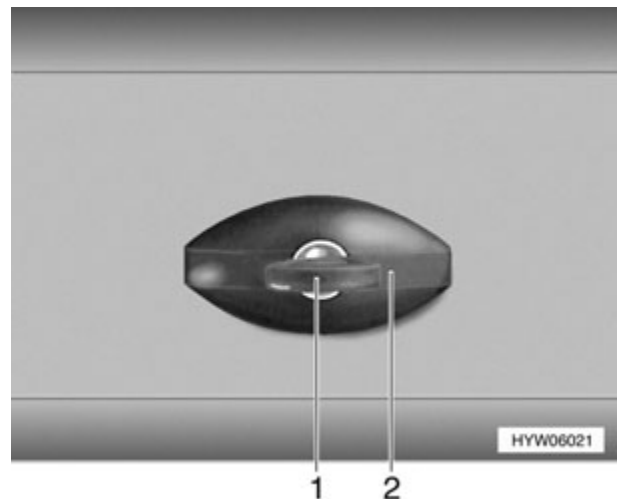

Fig. 27 Cerradura de la trampilla (variante 1)
- ▷ En caso de lluvia puede penetrar agua en la cerradura de la trampilla abierta. Por lo tanto, debe cerrarse el asidero de la cerradura (Fig. 27,2) como se muestra en la Fig. 27.
- Introducir la llave en el cilindro de cierre (Fig. 27,1) y girarla un cuarto de vuelta en sentido contrario a las agujas del reloj. El asidero de la cerradura (Fig. 27,2) se abre de golpe.
- Girar el asidero de la cerradura (Fig. 27,2) en el sentido de las agujas del reloj hasta que esté en posición horizontal. Ahora, la cerradura de la trampilla está bloqueada, pero no cerrada.
- Introducir la llave en el cilindro de cierre (Fig. 27,1).